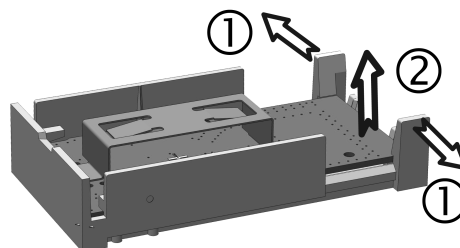

Figure 3: Retirer le circuit imprimé
- Retirer le circuit imprimé. Pour ce faire, les deux ergots (Figure 3) doivent être prudemment repoussés vers l'extérieur afin de pouvoir soulever le circuit imprimé vers le haut.